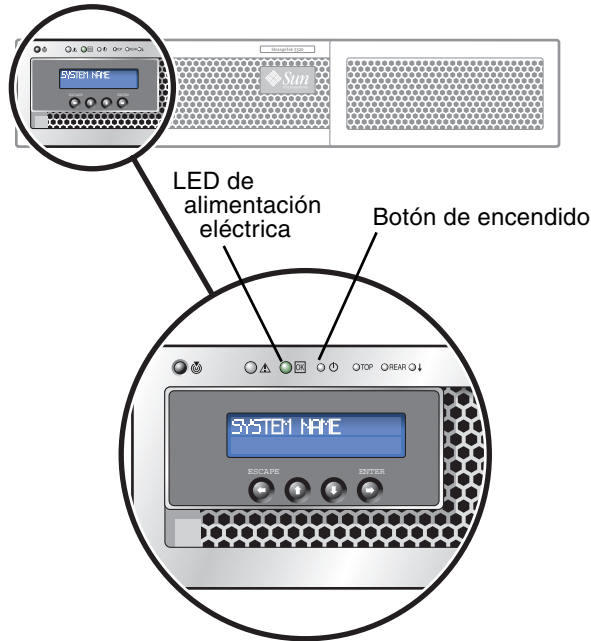

FIGURA 5-29 Detalles del botón de encendido y el panel delantero
4. Utilice un lápiz u otro objeto parecido para presionar el botón de encendido que está rebajado (FIGURA 5-29).